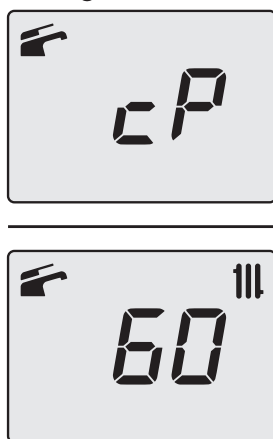

Figura 9.25
- Premendo il tasto 15 (Figura 9.20) è possibile variare la potenza in modalità spazzacamino: con visualizzazione sul display LCD delle lettere **cP** che si alternano con il valore di temperatura dell'acqua di riscaldamento (es. **60**), siamo "funzione spazzacamino" alla potenza massima in riscaldamento (Figura 9.25).